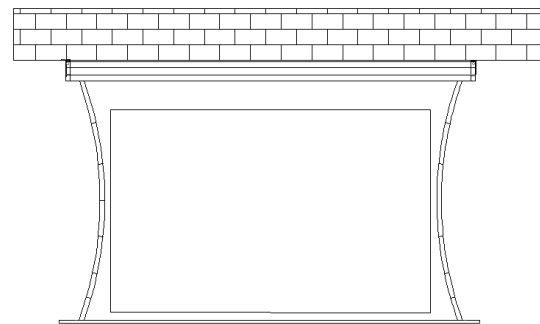

Fig.6
3. Après avoir accroché l'écran aux vis, utiliser le niveau à bulle fourni pour s'assurer que l'installation est de niveau (Fig. 6).